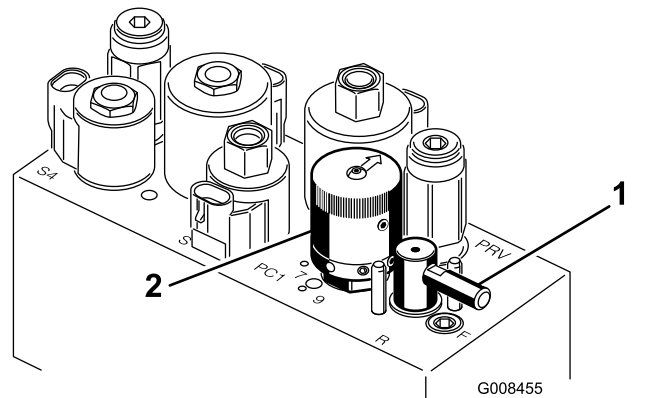

Figura 50
5. Rode a alavanca de retificação para a posição "R" (Figura 50).
6. Rode o controlo da velocidade dos cilindros para a posição 1 (Figura 50).